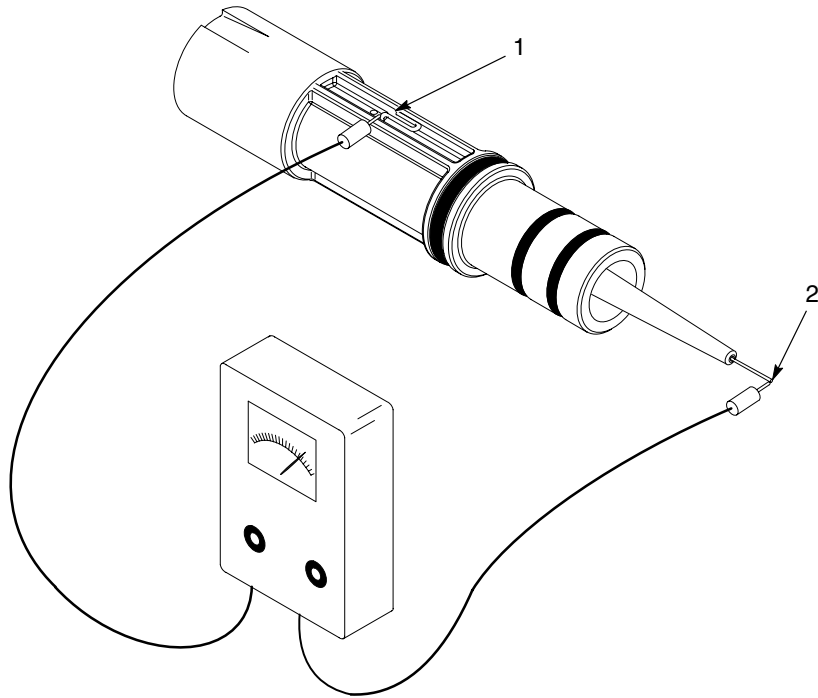

图 5-4 电极支架组件衔接检查
1. 见图5-4。从喷枪拆除电极支架组件。参阅*拆卸粉末线路*，位于*维修*章节。